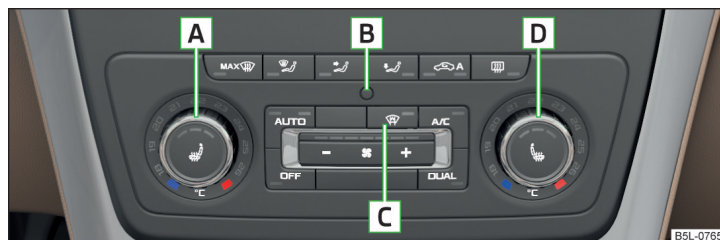

Fig. 111 Elementos de mando del Climatronic
Funciones de los elementos de manejo individuales » fig. 111
» fig. 111 (no se ilumina el testigo en la tecla **DUAL**).
- No cubra con adhesivos ni tape el sensor de la temperatura del habitáculo  » fig. 111; de lo contrario, esto podría influir negativamente en el Climatronic.